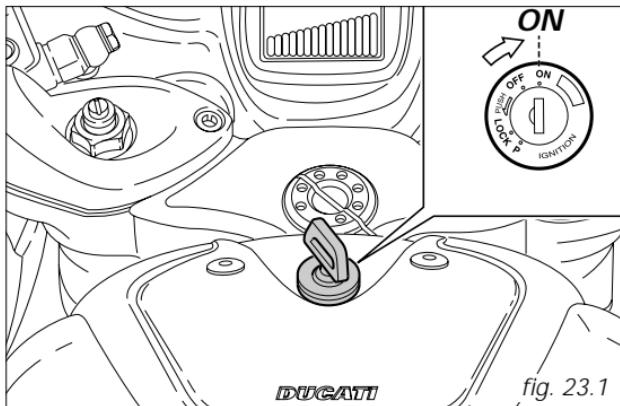

fig. 23.1
1) Spostare l'interruttore d'accensione sulla posizione **ON** (fig. 23.1). Verificare che la spia verde **N** e quella rossa  sul cruscotto risultino accese.